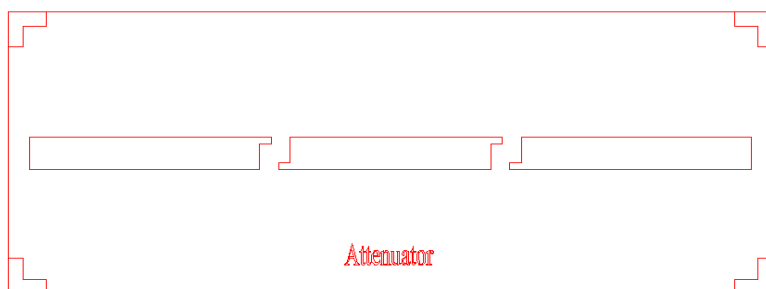

Рис. 3.72
2. Выберите в меню **Layout>Export**. В открывшемся окне выберите тип файла **DXF(DXF Flat, *.dxf)** и нажмите **Сохранить**. В AutoCAD топология будет выглядеть, как показано на рис. 3.72.